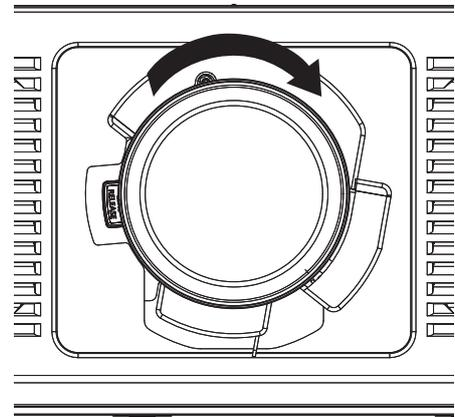

Figura 3
- 3) **Gire la lente de proyección en el sentido de las agujas del reloj hasta que haga clic. (Figura 3)**